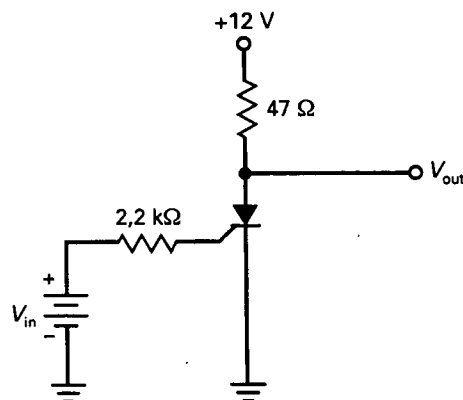

Figura 15-30
- 15-6. El SCR de la Figura 15-30 tiene $V_{GT} = 0,7$ V, $I_{GT} = 2$ mA e $I_H = 2$ mA. ¿Cuál es la tensión de salida cuando el SCR está abierto? ¿Cuál es la tensión de entrada que dispara el SCR? Si V_{CC} decrece hasta que el SCR se abre, ¿cuál es el valor de V_{CC} ?
- 15-7. Todas las resistencias se duplican en la Figura 15-30. Si la corriente de disparo del SCR es 1,5 mA, ¿cuál es la tensión de entrada que dispara el SCR?
- 15-9. Si el SCR de la Figura 15-30 tiene una tensión de disparo de 1,5 V, una corriente de disparo de 15 mA y una corriente de mantenimiento de 10 mA, ¿cuál es la tensión de entrada que dispara el SCR? ¿Cuál es la tensión de alimentación que restablece el SCR?
- 15-10. Si la resistencia se triplica en la Figura 15-30, ¿cuál es la tensión de entrada que dispara el SCR si $V_{GT} = 2 \text{ V}$ e $I_{GT} = 8 \text{ mA}$?